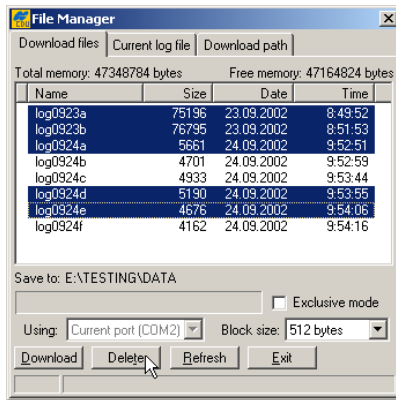

Figura 5-14. Eliminación de Archivos
3. Haga clic en **File ▶ File Manager** y seleccione el(los) archivo(s) que borrará en la pestaña *Download files* (Figura 5-14 de la página 5-10).
4. Haga clic en **Delete** (Figura 5-14 de la página 5-10).